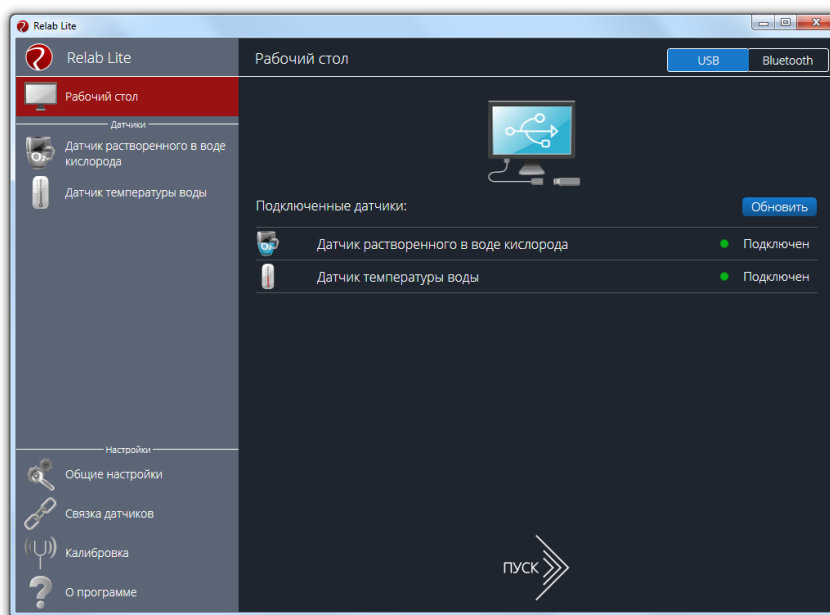

Рисунок 1 – Начальное окно работы Releon Lite.
- 2) Запустить программу Releon Lite. На первом экране программы должна отображаться информация об определении датчика растворенного в воде кислорода (рис. 1).